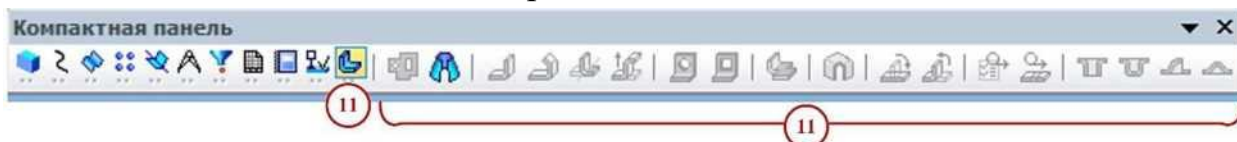

Рисунок 15 Инструментальная панель Элементы листового тела
- кнопка вызова панели **Элементы листового тела** 11 , рисунок 15, на которой расположены кнопки вызова команд построения листового тела и листовых элементов;